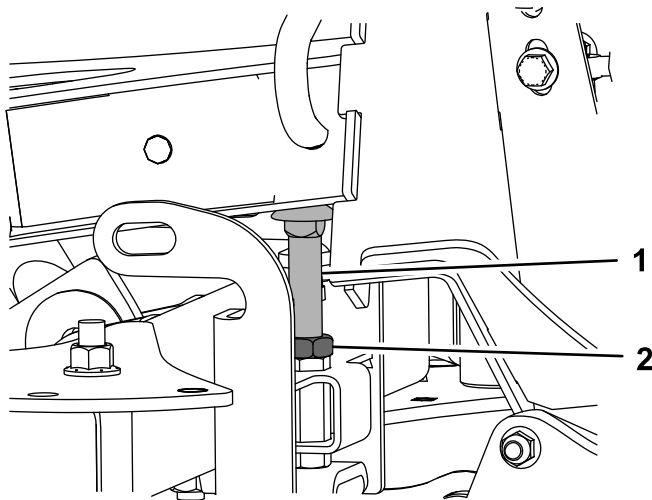

Figura 17
- C. Ajuste el perno de bloqueo hasta que sostenga el bastidor en forma de A a la altura correcta sobre el bastidor de la máquina (Figura 17).